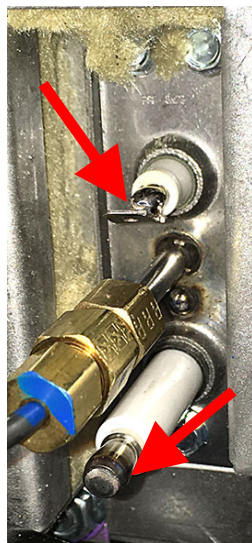

図 24
30. 白い炎感知線と点火線を点火器アセンブリから慎重に取り外します（図 24 を参照）